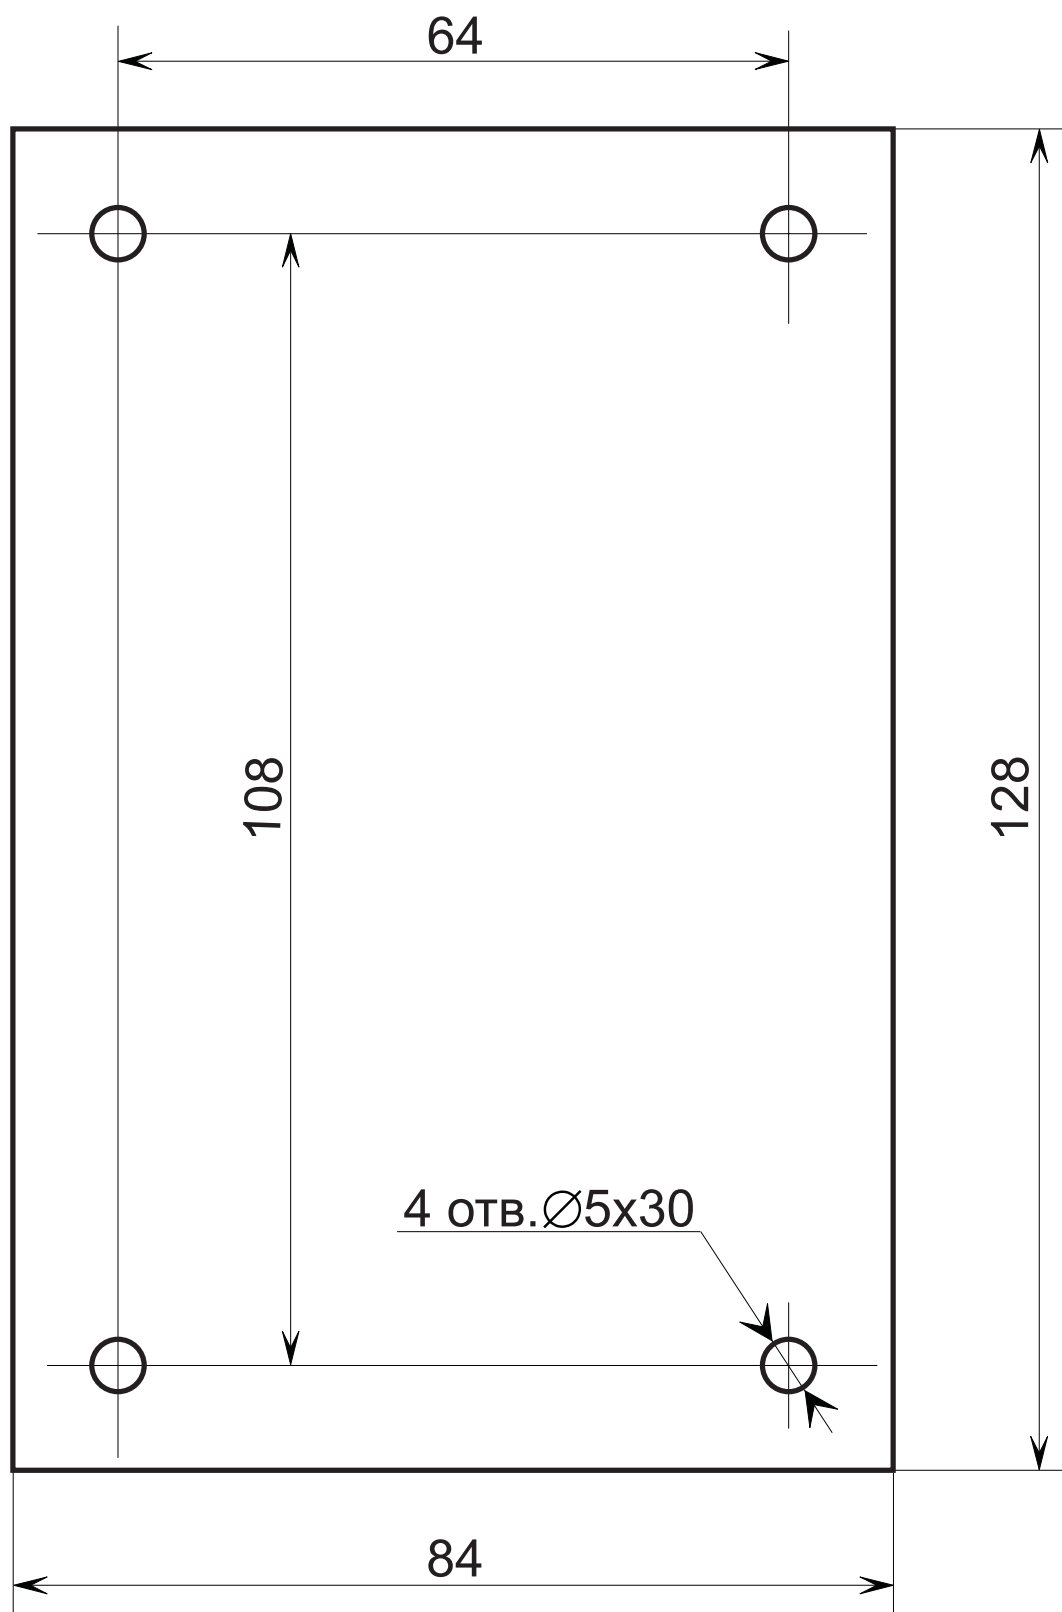

Рис. 4 Шаблон для разметки отверстий под установку считывателя
3. Произведите разметку и разделку отверстий для крепления считывателя и проводки его кабеля (размеры для разметки отверстий указаны на рис. 4).